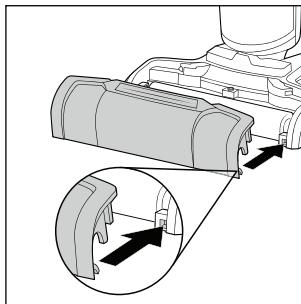

Fig. 41
- ◆ Sæt sprøjtebeskyttelsen **7** ind igen ved først at justere den efter holderne på bunddelen **3** (se fig. 41).